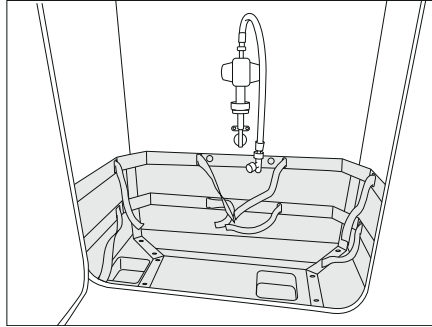
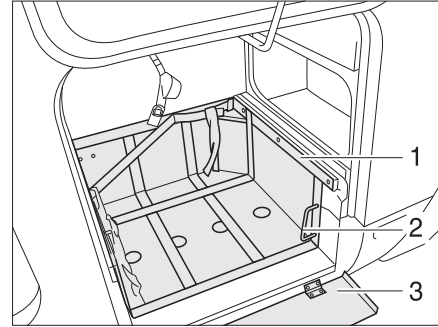

Fig. 227 Caja para bombonas de gas
Fig. 228 Caja para bombonas de gas, con carro extraíble
- Si se dispone de una chapa protectora, plegar la chapa protectora (Fig. 228,3) hacia abajo.
- Desbloquear el carro (Fig. 228,1) a través del tirador (Fig. 228,2).
- Extraer el carro (Fig. 228,3) hasta el tope.
- Girar el tirador (Fig. 228,2) hacia atrás.
- Desbloquear el carro (Fig. 228,3) a través del tirador (Fig. 228,2).
- Introducir el carro (Fig. 228,3) hasta el tope y girar el tirador (Fig. 227,2) hacia atrás.
- Si se dispone de una chapa protectora, plegar la chapa protectora (Fig. 228,1) hacia arriba.